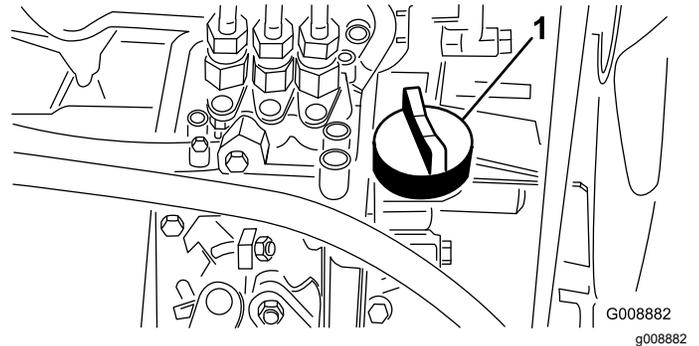

图 60
4. 如果油位较低请取下加油盖 (图 60) 缓慢添加少量机油不时检查油位直至油位达到量油尺上的“已满”标记。